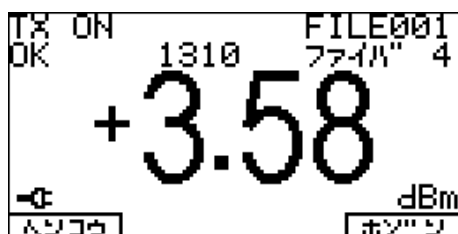

図 3.6-4 測定画面
4. 「ヘンコウ」キーを押します。手順 3 で選択した波長と光ファイバが測定画面に表示されます(図 3.6-4 参照)。